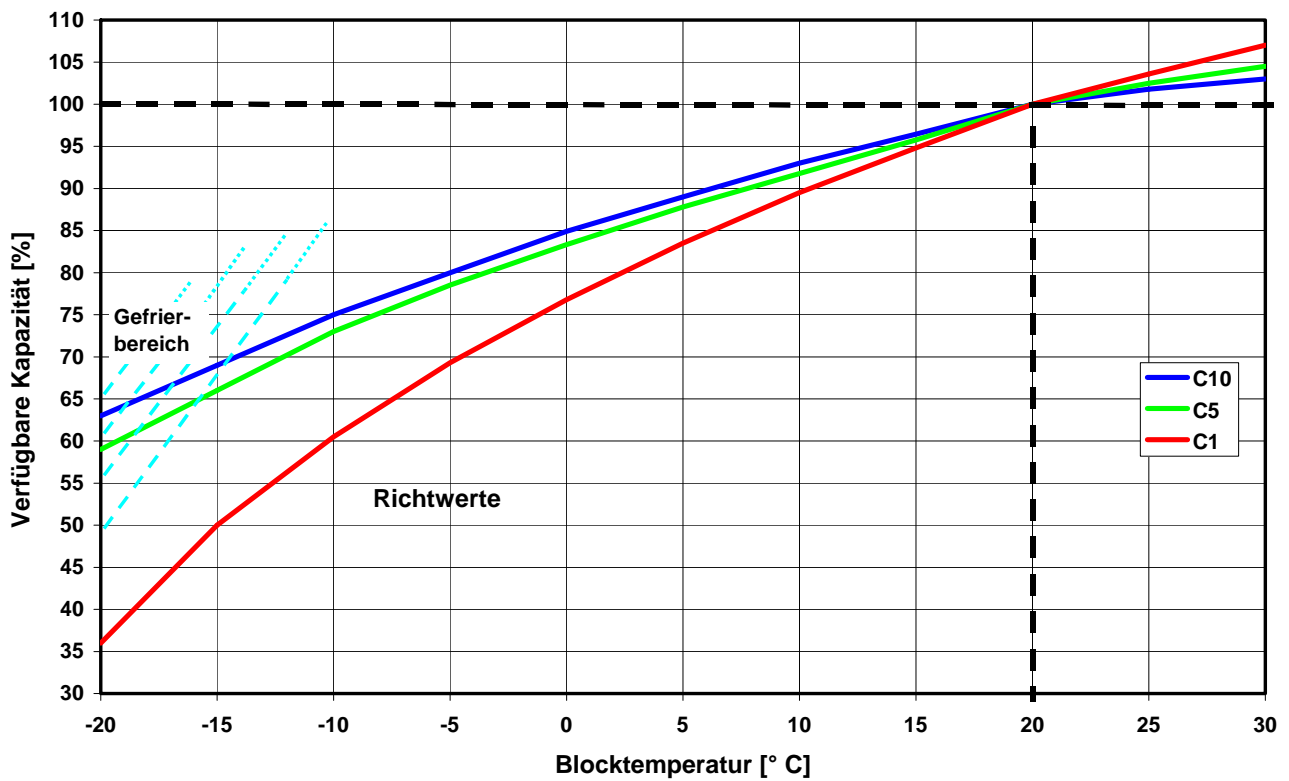

Abb. 28: A400, A500, SOLAR, SOLAR BLOCK- Verfügbare Kapazität (in % der ...-stündigen Kapazität) versus Temperatur
- Unterhalb ca. – 15° C besteht in Abhängigkeit von der Entladetiefe bzw. der entnommenen Kapazität das Risiko des Einfrierens des Elektrolyten (siehe Abb. 28 und 29).
- Die Batterietemperatur beeinflusst die verfügbare Kapazität entsprechend Abb. 28 und 29.